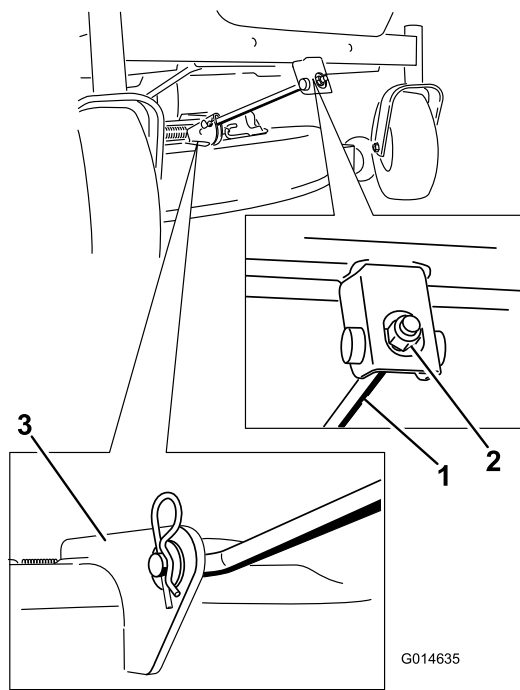

Figura 63
5. Remova o contrapino do gancho da barra de suporte da frente e remova barra do suporte da plataforma (Figura 63). Baixe cuidadosamente a parte da frente da plataforma do cortador para o solo.
6. Coloque barra de suporte frontal na plataforma do cortador com o pino de segurança e contrapino do gancho (Figura 63).